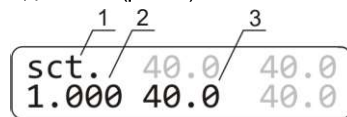

Рисунок 2. Дисплей в режиме калибровки:
- 6.2 Для смены калибровочного коэффициента держите нажатой кнопку **TIME RUN/STOP** дольше 8 с для входа в калибровочный режим. Калибровочный коэффициент появится на дисплее (рис. 2).
- 6.3 **Восстановление заводских установок.** Чтобы восстановить заводские установки, с помощью кнопок **▲** и **▼ T, °C** установите значение коэффициента 1.000, как показано на рис. 2/1. Нажмите кнопку **RPM RUN/STOP** один раз, чтобы сохранить изменения и выйти из режима калибровки.
- 6.4.5 Держите нажатой кнопку **TIME RUN/STOP** дольше 8 с для входа в калибровочный режим (рис. 2).